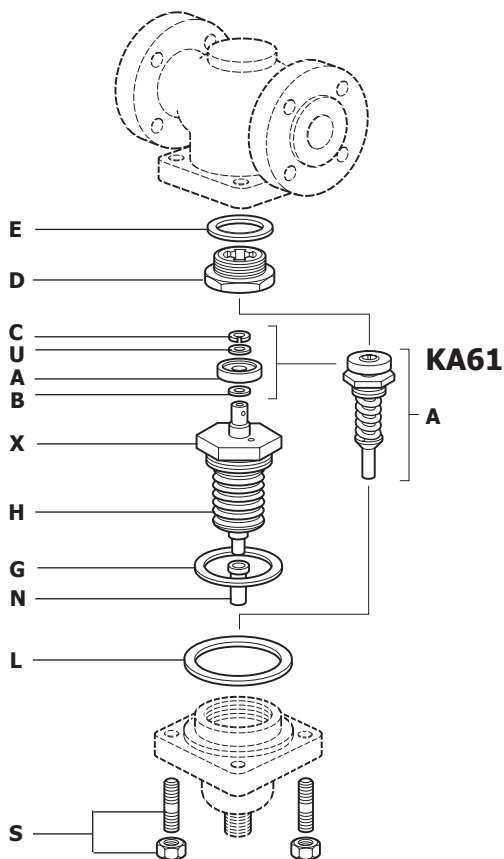

Рис. 21
4.5 Клапаны KA61, KA63 и KC63 (рис. 21)